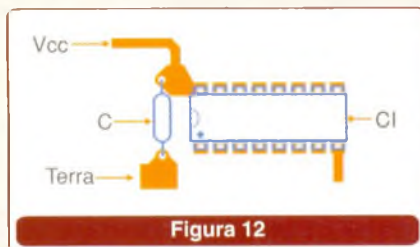

Figura 12
• Desacople os pinos de alimentação dos CIs de comutação ou sensíveis à EMI colocando capacitores apropriados, o mais próximo quanto seja possível desses pinos, conforme mostra a figura 12. Dê preferência a capacitores cerâmicos multicamadas ou outros que tenham frequências de ressonância muito altas e grande estabilidade.